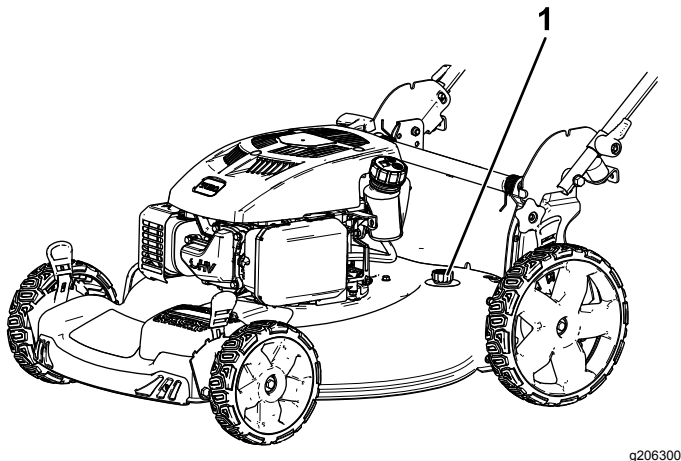

Figura 23
5. Conecte una manguera de jardín que esté conectada a un grifo al orificio de lavado (Figura 23).